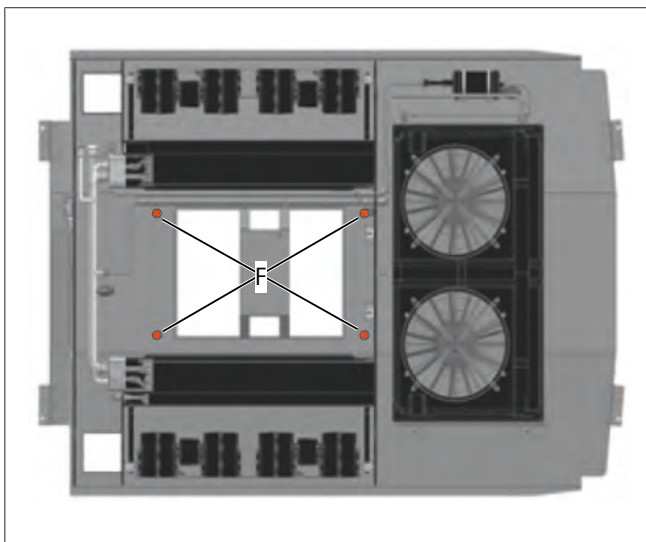

Abb. 9 Rahmenbefestigung der Klimaanlage
- Befestigungsmittel anziehen (siehe Abb. 9).